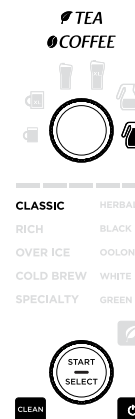

Fig. 9
- 4 Una vez que todas las partes estén seguras en su lugar y la unidad esté encendida, elija el tamaño de jarra llena y la configuración de preparación clásica, luego presione el selector START/SELECT (inicio/selección) (Fig. 9).